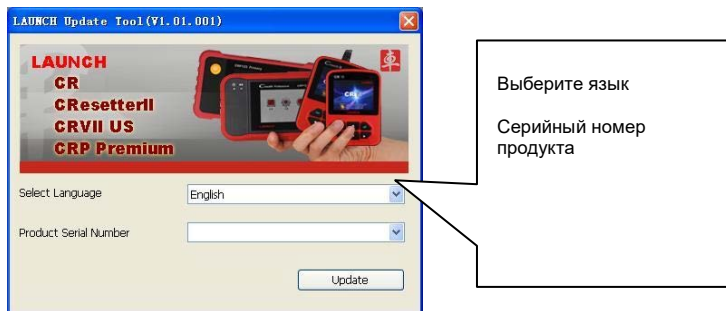

Рис. 7-2
3. В следующем диалоговом окне введите серийный номер (указан на тыльной стороне сканера) (рис. 7-2).